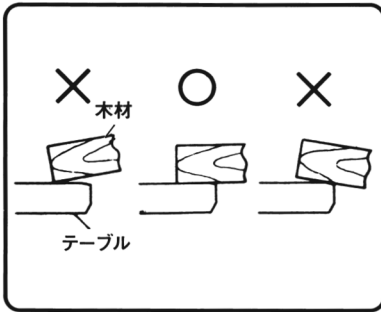

図 24
- 注** • 木材の板厚を検出するとき、木材の下面をフロントテーブル面へ図24 (○印) のように当ててください。×印のようにおき方が適正でないと、加圧力が不足して、木材に対し送材ベルトがスリップすることがありますので十分注意してください。